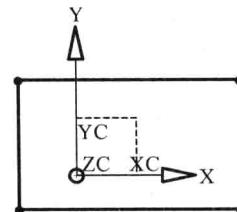

图 1-5 绘制一个初步的矩形
(3) 单击“草图”工具栏中的“矩形”按钮，绘制如图 1-5 所示的任意矩形。